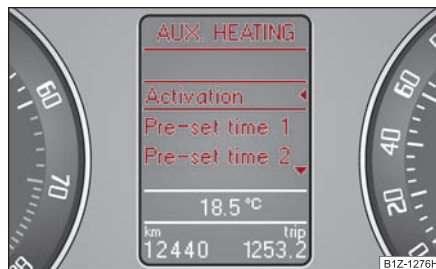

Fig. 143 Pantalla informativa: Aux. heating (Calefacción independiente)
- En el menú **Aux. Heating (Calefacción independiente)** ⇒ fig. 143 elija el punto de menú **Weekday (Día de semana)** y ponga el día actual.